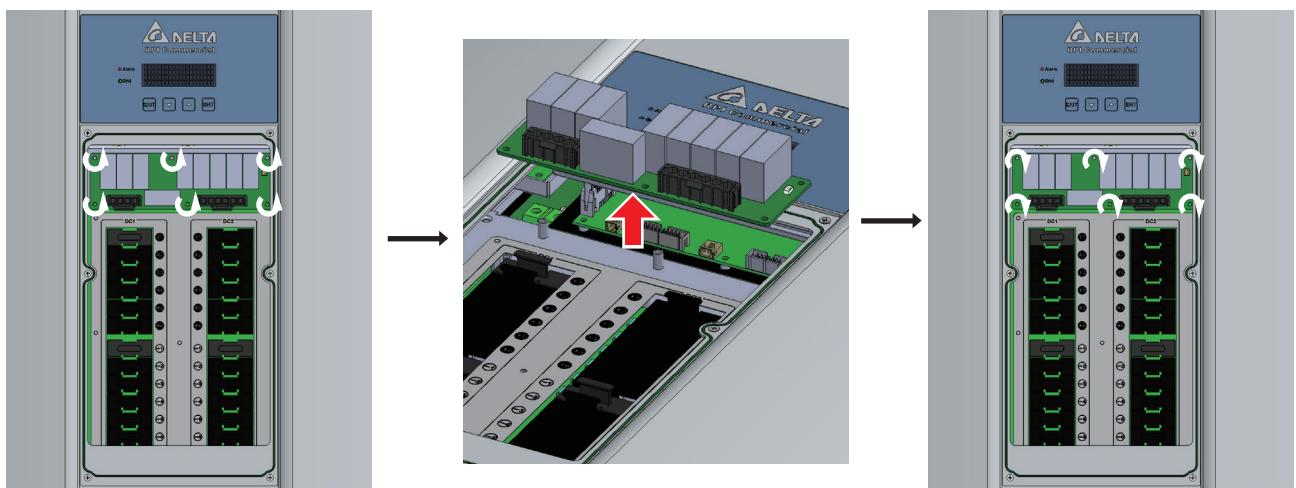

図 7-3
4. 6つのネジを緩めて新しいSPDモジュールを交換し、0.9N・mのトルクで締めてください。(図 7-3)